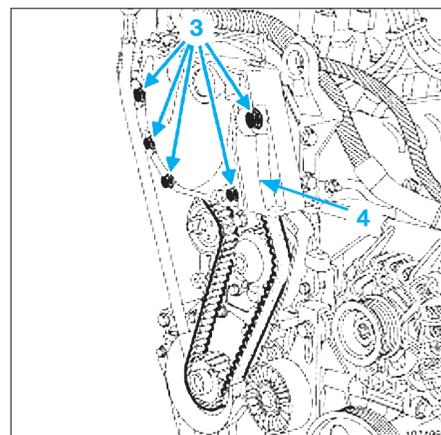

Fig. 25
- les vis de fixation du carter supérieur (3) (Fig.25),
- le carter supérieur (4).